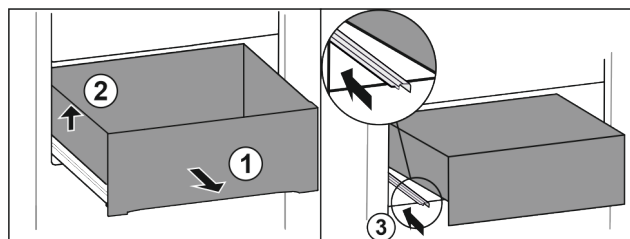

Fig. 77
- ▶ Trekk ut skuffen til anslag. Fig. 77 (1)
- ▶ Løft skuffen til venstre. Fig. 77 (2)
- ▶ Skyv inn venstre skinne. Fig. 77 (3)